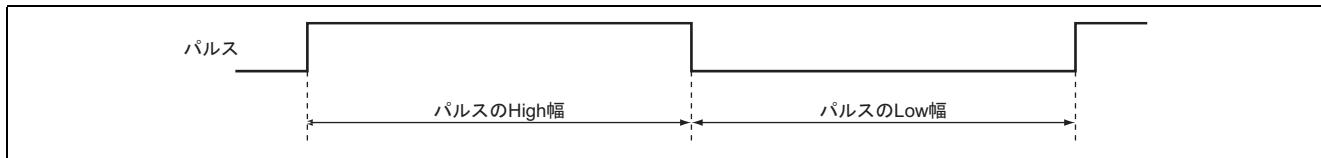

図 1 パルス幅測定タイミング
- (1) 図 1 に示すように、パルス High 幅および Low 幅の時間を測定し、結果を RAM に設定します。
- (2) 16MHz で動作時、パルスの High 幅および Low 幅は、2.4μs から 4.09ms まで 62.5ns 単位で測定可能です。